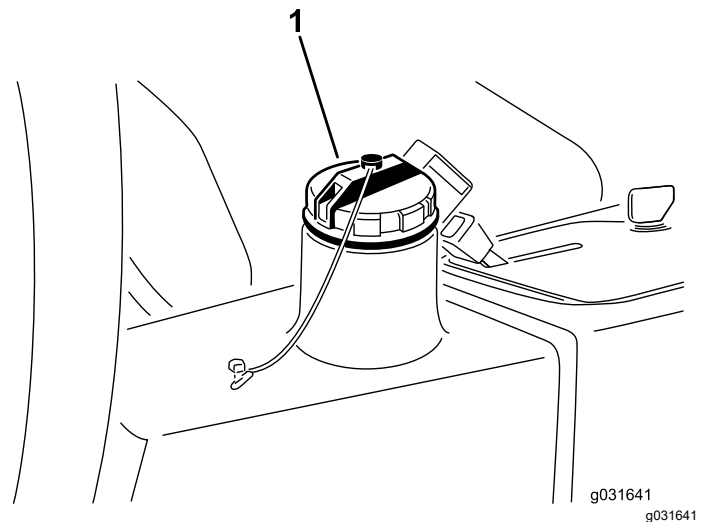

Figure 67
4. Versez environ 13,2 litres de liquide hydraulique dans le réservoir (Figure 67) ; voir Liquides hydrauliques spécifiés (page 60) et Contrôle du niveau de liquide hydraulique (page 60).